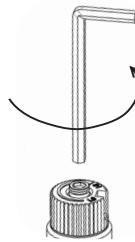

Fig. 2
- 10) Insérez une clé Allen de 5/32" ou 4mm dans l'entrée hexagonale de la vis (Fig. 2) et tournez la dans le sens contraire de l'aiguille d'une montre jusqu'à ce qu'elle se libère et retirez la vis.